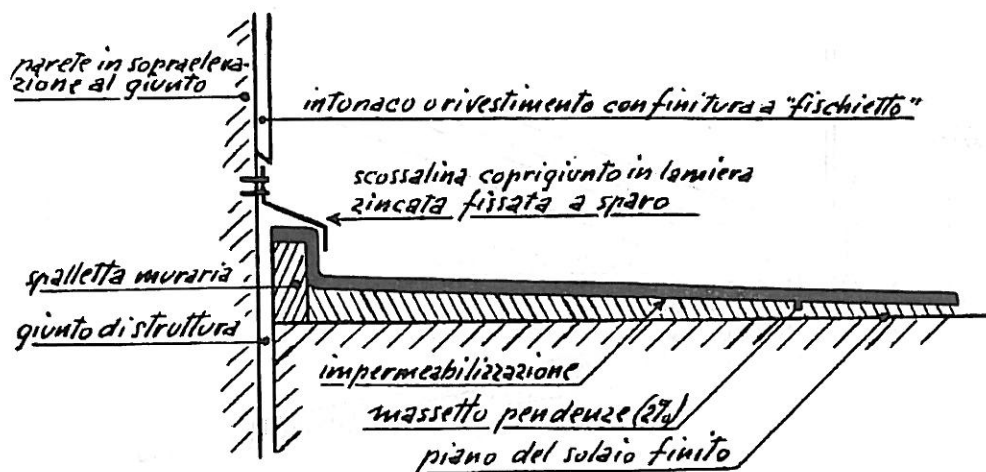

fig. 13
c) **Piano verticale.** Si ha un tale tipo di giunto quando in corrispondenza di esso una struttura è sopraelevata rispetto all'altra. In tal caso occorre costruire un cordolo murario sul lembo del giunto a quota più bassa e, dopo il lavoro di impermeabilizzazione, fissare alla parete sopraelevata una scossalina a protezione della spalletta. La scossalina può essere fissata con chiodi a sparo; essere in lamiera zincata 10-15/10 di mm. di spessore; non essere sormontata, sull'ala contro parete, da intonaco o rivestimenti vari perchè soggetti a spezzarsi. L'intonaco o il rivestimento della parete verticale deve fermarsi a filo con l'ala verticale della scossalina, meglio se sagomato a fischietto (Fig. 13).